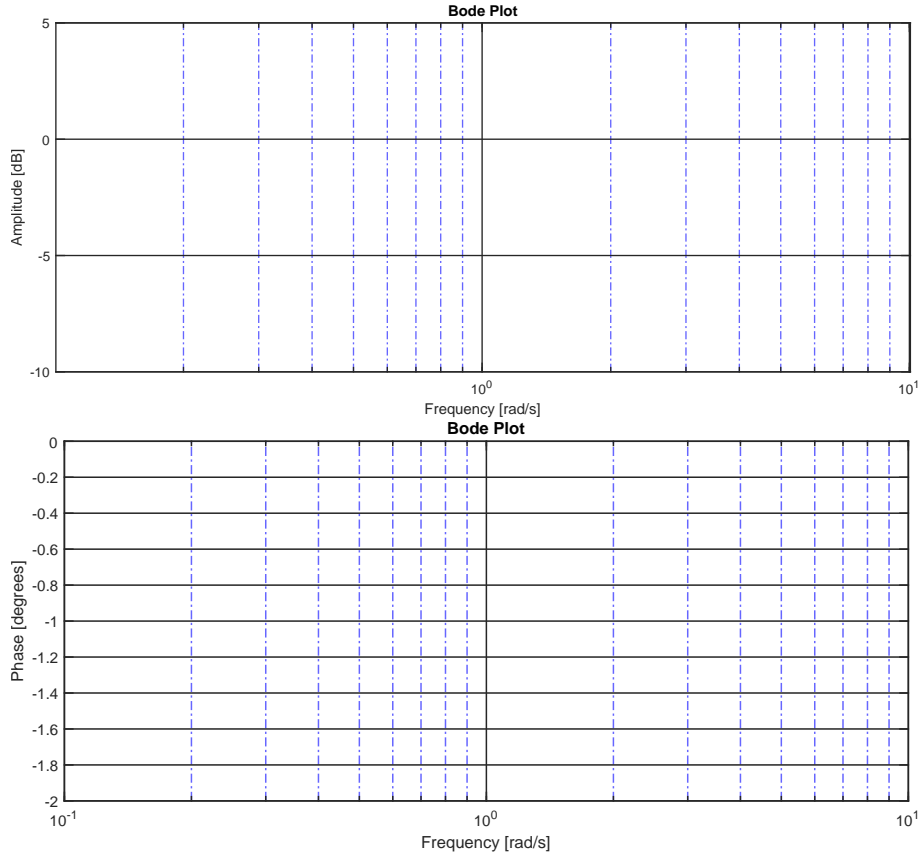

Abbildung 6: Leeres Bode-Diagramm
- Skizzieren Sie das Bode-Diagramm der Scheibe (Abbildung 6). Vergessen Sie dabei nicht,  $\omega$  anstatt  $f$  zu verwenden!